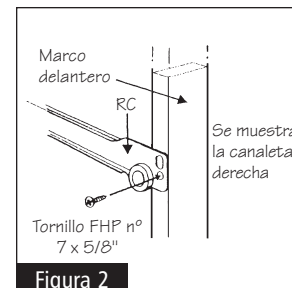

Figura 2
Coloque el ensamblaje de la canaleta derecha (RC, por sus siglas en inglés) y el de la canaleta izquierda (LC, por sus siglas en inglés) en el gabinete. Consulte la figura 2 para ver la apariencia y la posición correctas de la (RC). Presione las espigas en las abrazaderas plásticas posteriores para que atraviesen los orificios en la parte posterior del gabinete. Cuando estén en posición, fije cada canaleta al MARCO frontal del gabinete con los tornillos FHP n° 7 x 5/8". Fije las canaletas en el marco frontal a través del orificio inferior de la canaleta y los orificios perforados de fábrica en el marco. La cabeza del tornillo debe estar al ras de la canaleta.
Presione las espigas de las abrazaderas de montaje posterior instalables a través de los orificios en la parte posterior del gabinete. Deslice la parte posterior de la corredera de acceso completo en la abrazadera de montaje posterior instalable, en la ranura inferior (consulte la figura 2).